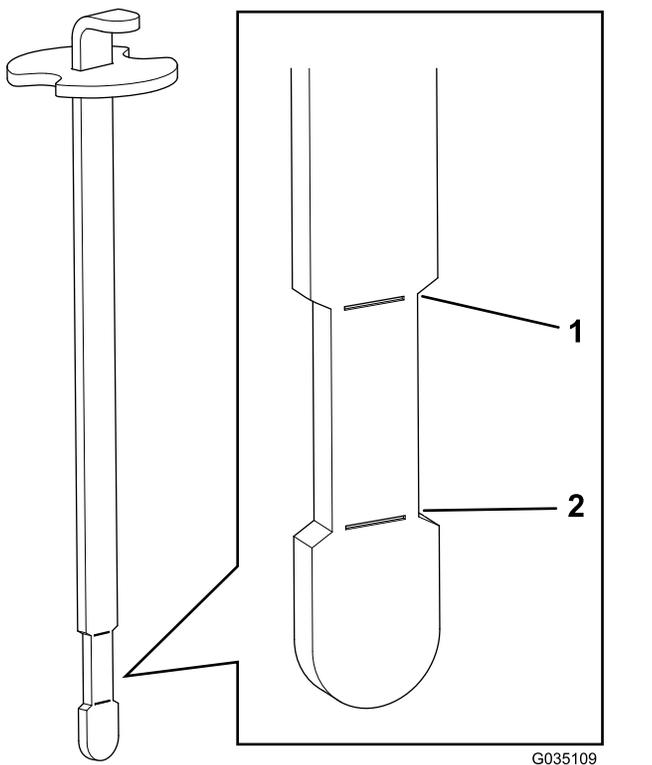

Figura 18
**Nota:** Il livello del fluido deve essere tra il segno superiore e quello inferiore (zona di strizione) sull'asta di livello (Figura 18).